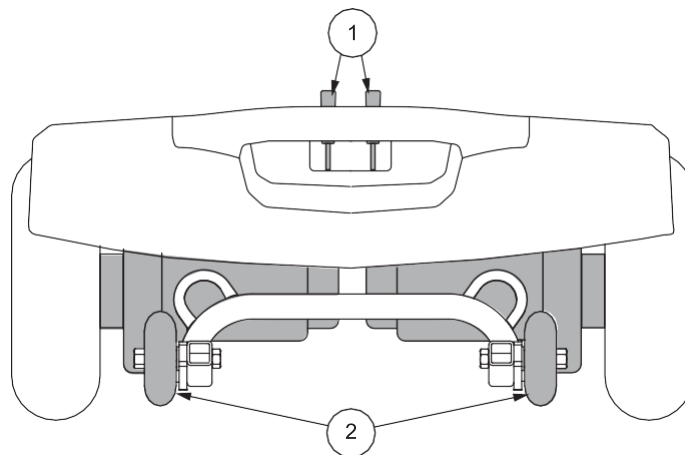

Figura 8. Componentes traseros
Para su comodidad, la Travel Scooter tiene una palanca de rueda libre manual en el motor. Las palancas de rueda libre manuales le permiten deshabilitar el sistema de conducción para maniobrar la Travel Scooter manualmente. **Ver Figura 8.**
1. Localice las palancas en la sección trasera de la scooter. **Ver Figura 8.**